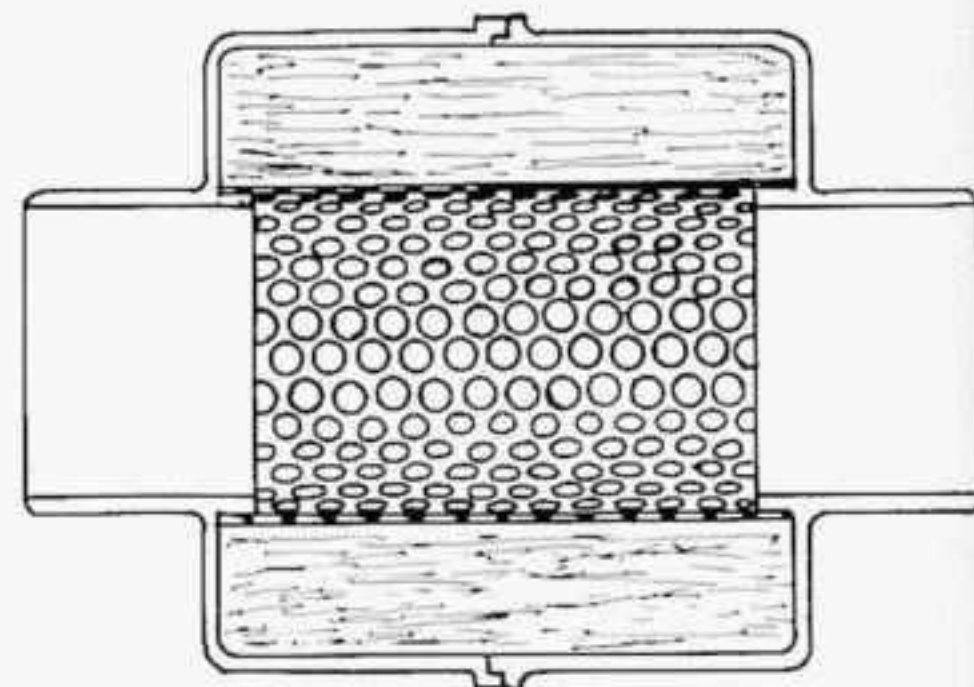

Bild 36
- Deckel des Luftfiltergehäuses lösen (Kapitel 6.3.1). Schlauchstücke der Luftleitung von den Rohrstutzen abziehen, ebenso den Entlüftungsschlauch vom Öleinfüllstutzen. Im Verbindungsschlauch zwischen Luftfilter und Vergaser befindet sich ein Gehäuse mit Schalldämpfer, wie in Bild 36 gezeigt.